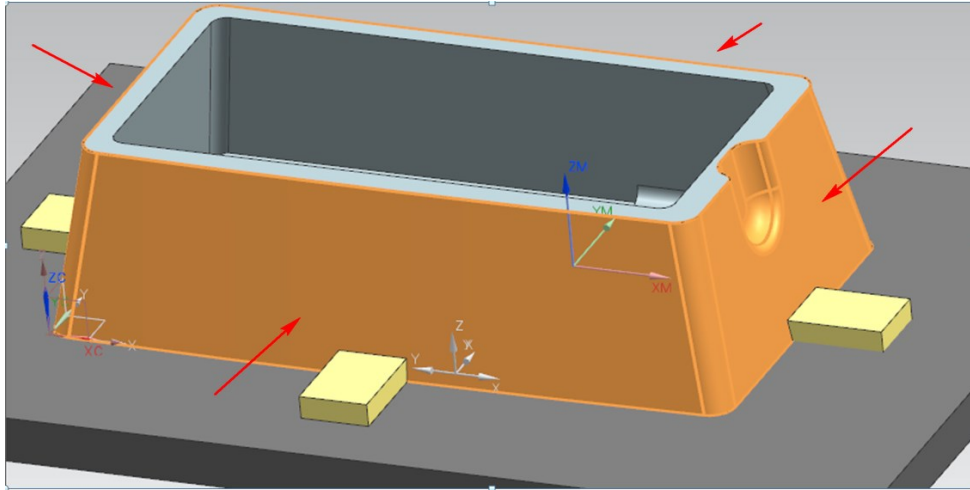

Рис. 2.41. Выбор боковой грани детали в качестве области резания
- выберите боковую грань детали (см. рис. 2.41);